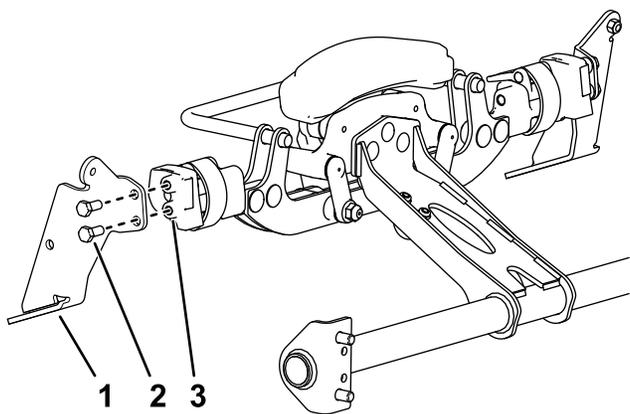

图 4
2. 如图 4 所示用 2 个螺栓 5/16 x 3/4 英寸将刷子支架安装到滚刀组两侧。